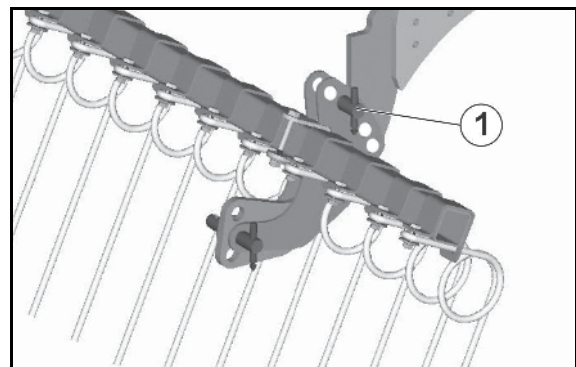

Fig. 49
die Zinken mit Bolzen (Fig. 49/1) im
- Fig. 49 - rechte Maschinenseite, Pos B.